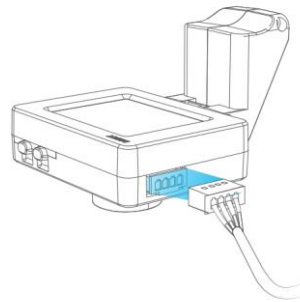

图 3.9 接线
**步骤 4** 将Magician Go的4 Pin摄像头通信线连接AI摄像头套件的I/O接口，如图 3.9所示。